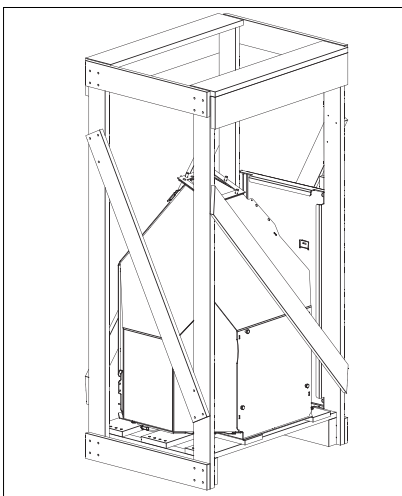
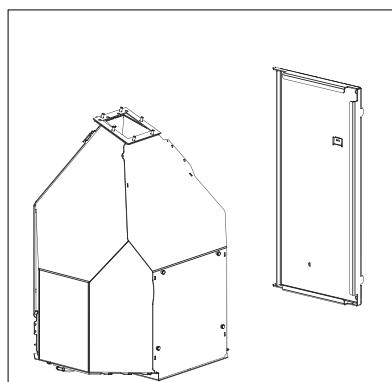

Fig. 11 Verschlag entfernen
Fig. 12 Vorratsbehälter und Bodenplatte
- Verschlag von Vorratsbehälter und Bodenplatte entfernen – Fig. 11, Fig. 12.